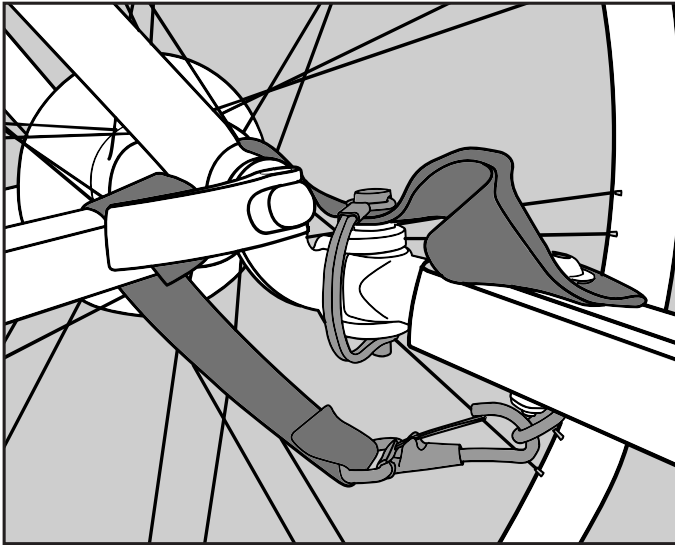

Figure 19
2. **Hooking the tow bar to the hitch:** Insert flex connector in between the two holes on the hitch. Insert lock pin and close retainer. Wrap safety strap around the frame of the bike twice and latch to the D-ring on the tow bar (Figure 19).
2. **Accrochage de la barre de remorquage à l'attelage :** Insérez le raccord souple entre les deux trous sur l'attelage. Insérez la goupille de sécurité et fermez le dispositif de retenue. Enroulez la sangle de sécurité autour du cadre du vélo deux fois et accrochez-la à l'anneau d'arrimage sur la barre de remorquage (Figure 19).
2. **Ankoppeln der Zugstange an der Anhängerkupplung:** Stecken Sie das flexible Verbindungsstück zwischen die beiden Löcher der Anhängerkupplung. Stecken Sie den Sicherheitsstift hinein und schließen Sie die Arretierung. Wickeln Sie den Sicherheitsriemen zweimal um den Fahrradrahmen und befestigen Sie ihn an der Öse an der Zugstange (Abbildung 19).